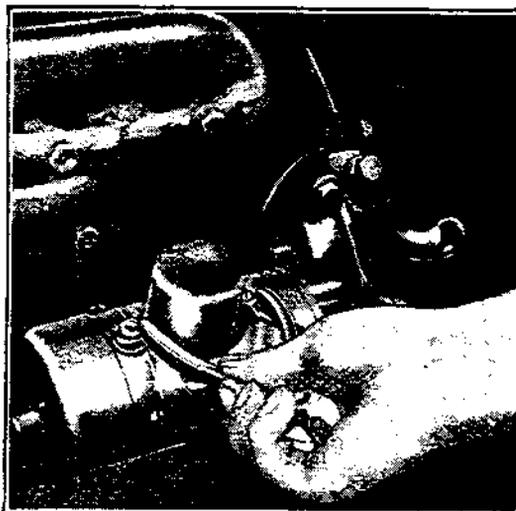

Fig. 510
**1068** — Lorsqu'un ronflement se fait entendre dans la génératrice et que l'ampèremètre n'indique pas charge, mettre les 2 bornes du disjoncteur en court-circuit par une pince (voir fig. 510) pendant que le moteur tourne à une vitesse équivalente à l'allure de 20 km à l'heure. Si l'ampèremètre indique maintenant charge, le défaut provient du disjoncteur et il faut monter un disjoncteur neuf. Si l'ampèremètre n'indique pas charge, le défaut est probablement dû à une rupture du circuit de charge. Pour la réparer, se reporter au chapitre XXXIX.